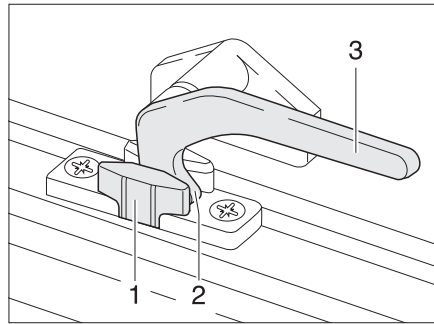
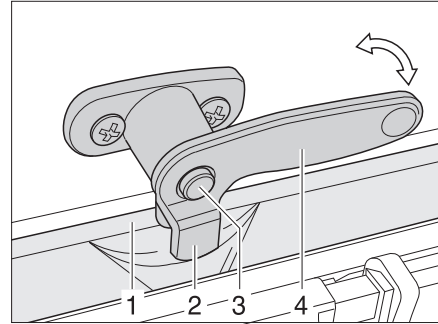

Fig. 73 Palanca de bloqueo en posición "Ventilación continua"
Fig. 74 Palanca de bloqueo con botón de seguridad en posición "Ventilación continua"
- En la posición "Ventilación continua" (Fig. 73)
- Caso disponible, presionar y mantener presionado el botón de seguridad (Fig. 74,3).
- Girar la palanca de bloqueo (Fig. 73,3 ó Fig. 74,4) un cuarto de vuelta hacia la mitad de la ventana.
- Girar de nuevo hacia atrás la palanca de bloqueo. El saliente de bloqueo (Fig. 73,2 ó Fig. 74,2) se ha de introducir para ello en el rebaje del bloqueo de la ventana (Fig. 73,1 ó Fig. 74,1).